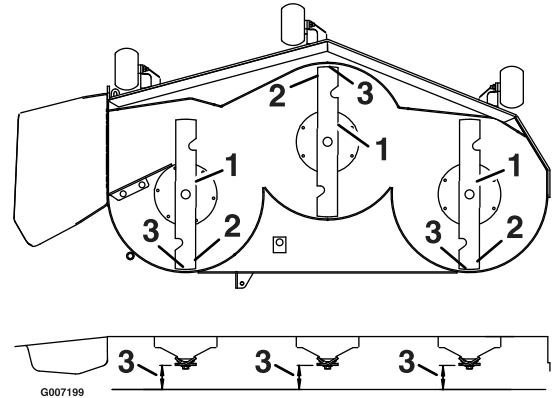

Figura 62
- Gire cuidadosamente las cuchillas colocándolas en el sentido de avance de la máquina (Figura 62).
- Mida entre la punta de la cuchilla delantera y la superficie plana y entre la punta de la cuchilla trasera y la superficie plana (Figura 62).